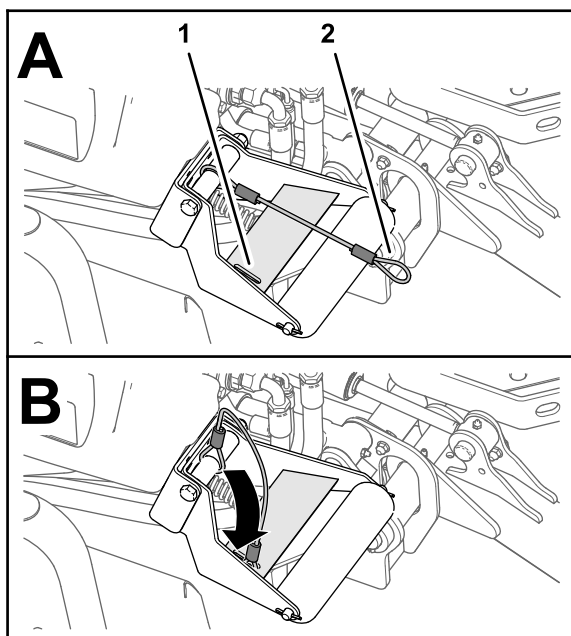

図 41
4. カッティングユニットを降ろした状態で、ランヤードの輪を、ローラサポートの補強プレートのスロットに差し込む図 41。